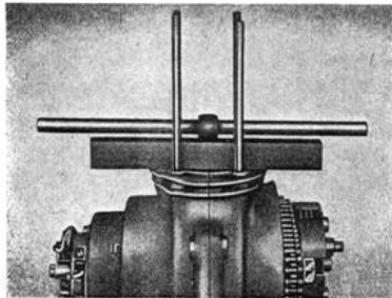
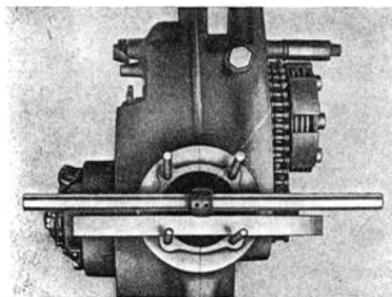

Bild 95. Prüfen der Pleuelstange auf Verwinklung
Bild 96. Prüfen der Pleuelstange auf Verschränkung
- Vierkantleiste Nr. 0623 oder Stahlleiste auf Gehäuseflansch auflegen und an Stiftschrauben zur Anlage bringen. Silberstahlstab 12 mm \varnothing durch Pleuelauge stecken. Pleuel auf Verwinklung durch Anvisieren von vorn (Bild 95) und auf Verschränkung durch Anvisieren von oben (Bild 96) prüfen. Bei Verwinklung oder Verschränkung Pleuel ausrichten mittels in Pleuelauge gesteckten Rundstahlstabes von 12 mm \varnothing (keinesfalls Visierstab dazu verwenden!). *